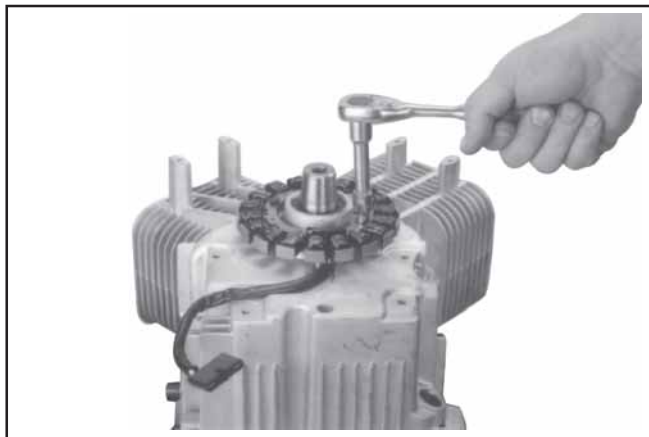

Figure 9-48. Dépose du stator.
2. Retirer les deux vis hexagonales à brides et le stator. Voir la Figure 9-48. Noter la position/le passage du câble du stator.